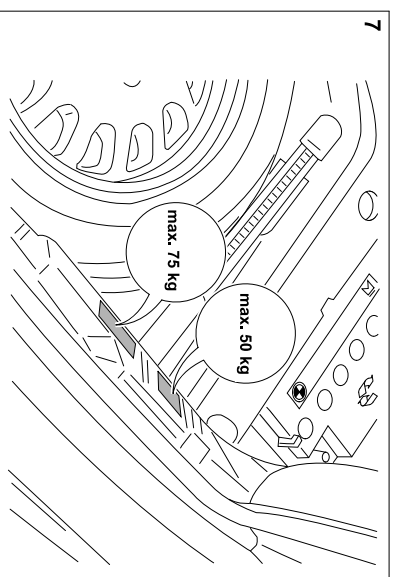

Bild 7: Stützlastschild
- 17.) Stützlastschild max. 75 kg auf Heckklappenunterseite neben Schloß kleben; (siehe Bild 7).